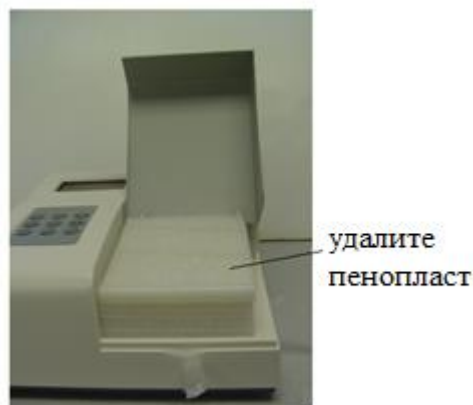

Рисунок 3-2 Удаление пенопласта
- Уберите пенопласт с рабочей области (рисунок 3-2).